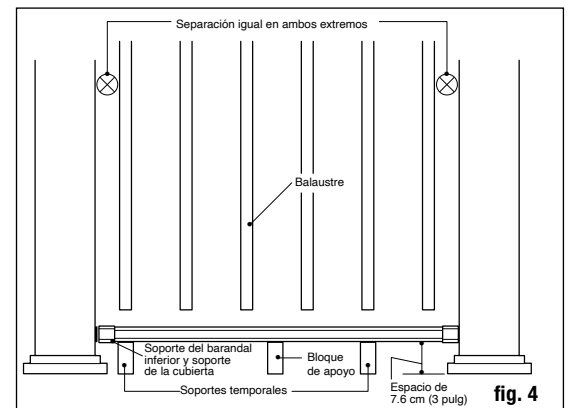

fig. 4
Paso 6 Mida la distancia entre las cubiertas de poste instaladas para determinar la longitud de los barandales superior e inferior. Posicione el barandal inferior al lado de los postes usando soportes temporales de 7.6 cm (3 pulg) y ajústelo de modo que la distancia entre el primer agujero de balaustre y el poste sea mayor a 5.1 cm (2 pulg.) e igual en ambos extremos (consulte la fig. 4). Marque el barandal. Corte el barandal inferior. Corte el barandal superior con el mismo espaciamiento y longitud.
Paso 7 Para el barandal de 183 cm (6 pies), encuentre el centro de la cara inferior del barandal inferior y sujete el conector de balaustre incluido al bloque de apoyo usando el tornillo incluido. (Para el barandal de 244 cm (8 pies), divida la longitud del barandal entre tres para encontrar la ubicación de los bloques de soporte. Después fije los conectores de balaustre incluidos con los bloques de soporte, usando los tornillos incluidos). Consulte los códigos de construcción para ver el espacio máximo entre la superficie de la terraza y la parte inferior del barandal (espacio libre). Este barandal está diseñado para dejar un espacio libre de 7.6 cm (3 pulg) ver (fig. 4) Si es necesario, recorte el bloque de apoyo a la altura determinada (fig. 5) **Taladre dos agujeros de drenaje de 6 mm (1/4 pulg.) que atraviesen la parte inferior del barandal, para evitar la acumulación de agua. Centre los agujeros de drenaje entre las posiciones de dos balaustres, ya que el balaustre puede bloquear el canal y evitar que el agua se drene correctamente.**